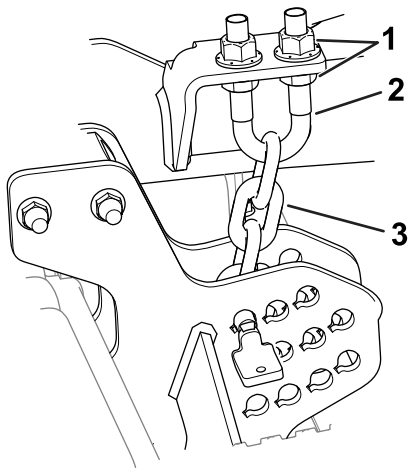

Figura 10
6. Allentate i controdadi sulla parte superiore o inferiore del bullone a U della catena dell'altezza di taglio (Figura 10).